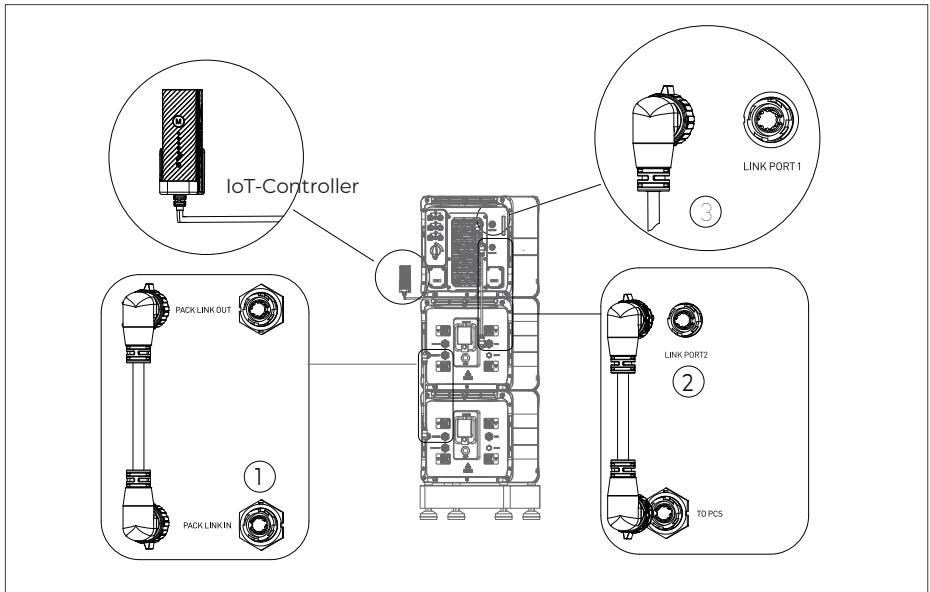

Abbildung 6-10
Für die Kommunikation zwischen zwei B500-Akkumulatoren ist ein Datenkabel erforderlich. Stecken Sie das eine Ende des Kabels in den Link-in-Anschluss des B500 und das andere Ende in den Link-out-Anschluss des obersten B500. Siehe Abbildung 6-10 „①“.
Ermöglichen Sie die Kommunikation zwischen dem EP760-Wechselrichter und den B500-Akkumulatoren, indem Sie ein Ende des Datenkabels an den Wechselrichter-Signalanschluss (PCS LINK) des obersten B500 und das andere Ende an den LINK PORT 2 des EP760-Wechselrichters anschließen. Siehe Abbildung 6-10 „②“.
Schließen Sie den IoT-Controller an den EP760-Wechselrichter an. Siehe Abbildung 6-10 „③“.